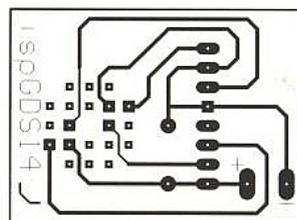

Figure 4
Le tracé de son circuit imprimé apparaît à la **figure 4**, et son plan d'implantation à la **figure 5**. Le connecteur sera réalisé comme à l'accoutumée avec un tronçon de barrette sécable à picots carrés, dont on arrachera ou coupera celui correspondant au détrompeur de la fiche du cordon.
Un PFC s'emploie essentiellement comme un pré-régulateur délivrant un potentiel continu à une alimentation à découpage classique. La figure 4 vous montre la transformation d'un convertisseur classique de faible PF, équipé ensuite d'un correcteur adéquat.
■ Figure 4 : adjonction d'un préconvertisseur correcteur de cos φ.